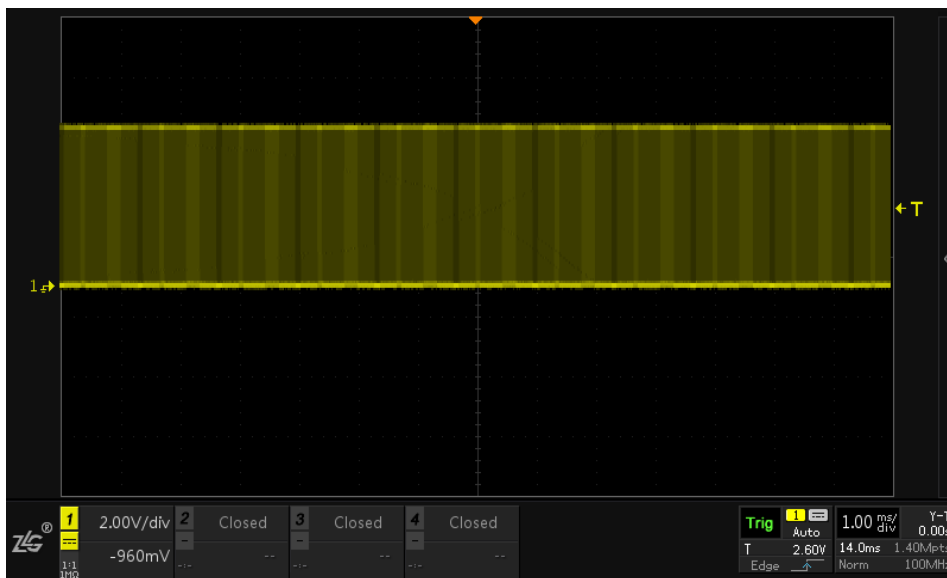

图 10-17 波形不稳定显示
- 将载波频率为 100KHz，调制频率为 100Hz 的 ASK 信号输入示波器中，点击【Auto Setup】一键捕获，可以看到如图 10-17 所示的波形，由于信号中存在多个上升沿，波形在上升沿的触发下将会识别多个上升沿的位置导致触发位置不统一，波形显示不稳定。